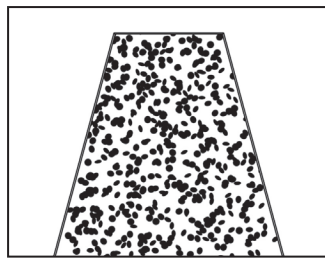

Abb. 7
- Es ist empfohlen, den lebendigen Zaun in eine solche Form zu schneiden, dass die Basis etwas breiter ist, als der obere Teil, denn eine solche Gestaltung erleichtert das Eindringen von Sonnenstrahlen in das Bewuchsinne, siehe Abb.7